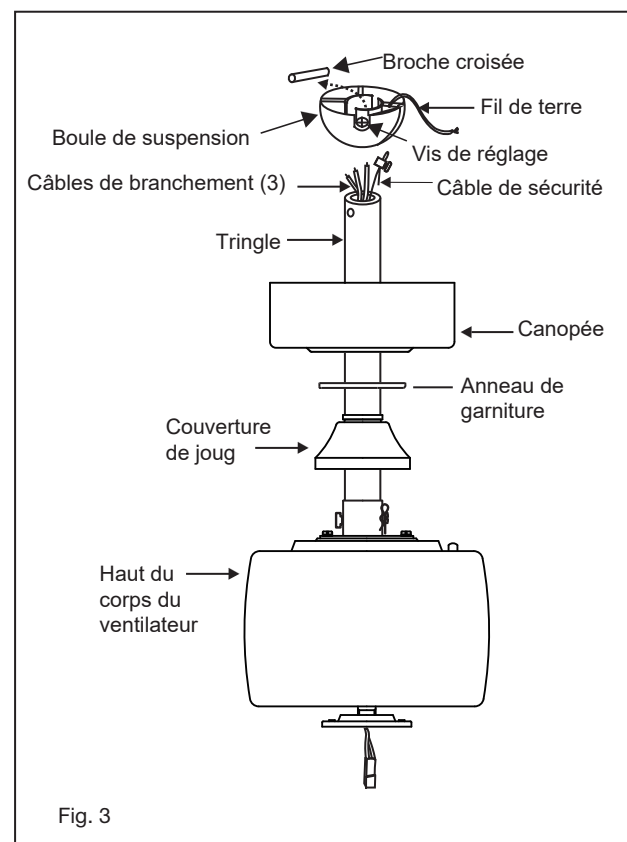

Fig. 3
- 1 Glissez le couvercle de joug, la bague de garniture et la verrière sur la tige de descente. (Fig. 3)
b. Connexion des fils de l'interrupteur mural aux fils de la boîte de prise murale. (Fig. 3 et 4)
Un flux d'air **VERS LE BAS** crée un effet de refroidissement comme illustré à la Figure 3. Cela vous permet de régler votre climatiseur sur un réglage plus chaud sans affecter votre confort.